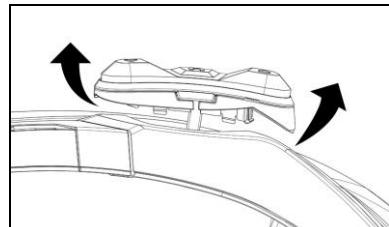

Fig. 27
- Vrid knappssatsen moturs (Fig. 27).